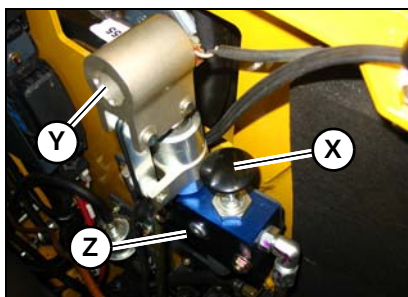

Figura 56 – Sistema opzionale di disinnesto del freno di stazionamento
1. Individuare il dispositivo di disinnesto del freno (Z, Figura 56) e la relativa maniglia. A seconda del modello, può essere necessario rimuovere i coperchi e/o aprire lo sportello posteriore della macchina.
2. Posizionare il ricevitore del disinnesto del freno (Y) e inserire la maniglia del dispositivo di disinnesto.
3. Tenere premuto verso il basso lo stantuffo (Z) contro il dispositivo di disinnesto.